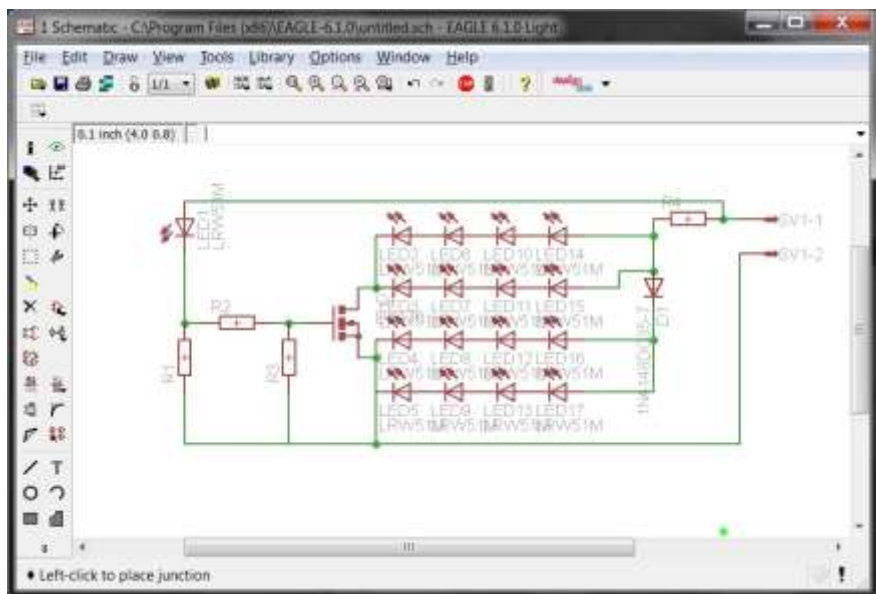

Рис. 14. Готовая схема
3) Теперь необходимо правильно соединить все элементы схемы. Нажимаем на Wire и соединяем выводы компонентов. Обозначаем соединения кнопкой Junction. Схема готова (рис. 14).